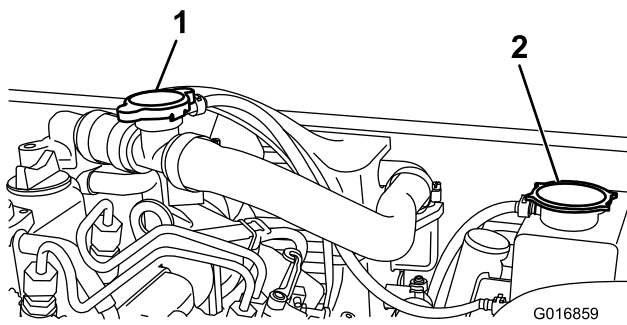

Bild 37
2. Nehmen Sie den Fülldeckel (Bild 37) ab und füllen Kühlmittel ein.
3. Setzen Sie den Fülldeckel auf und nehmen Sie den Kühlerüberlaufbehälterdeckel (Bild 37) ab.
2. Nehmen Sie den Kühlerüberlaufbehälterdeckel ab (Bild 37).